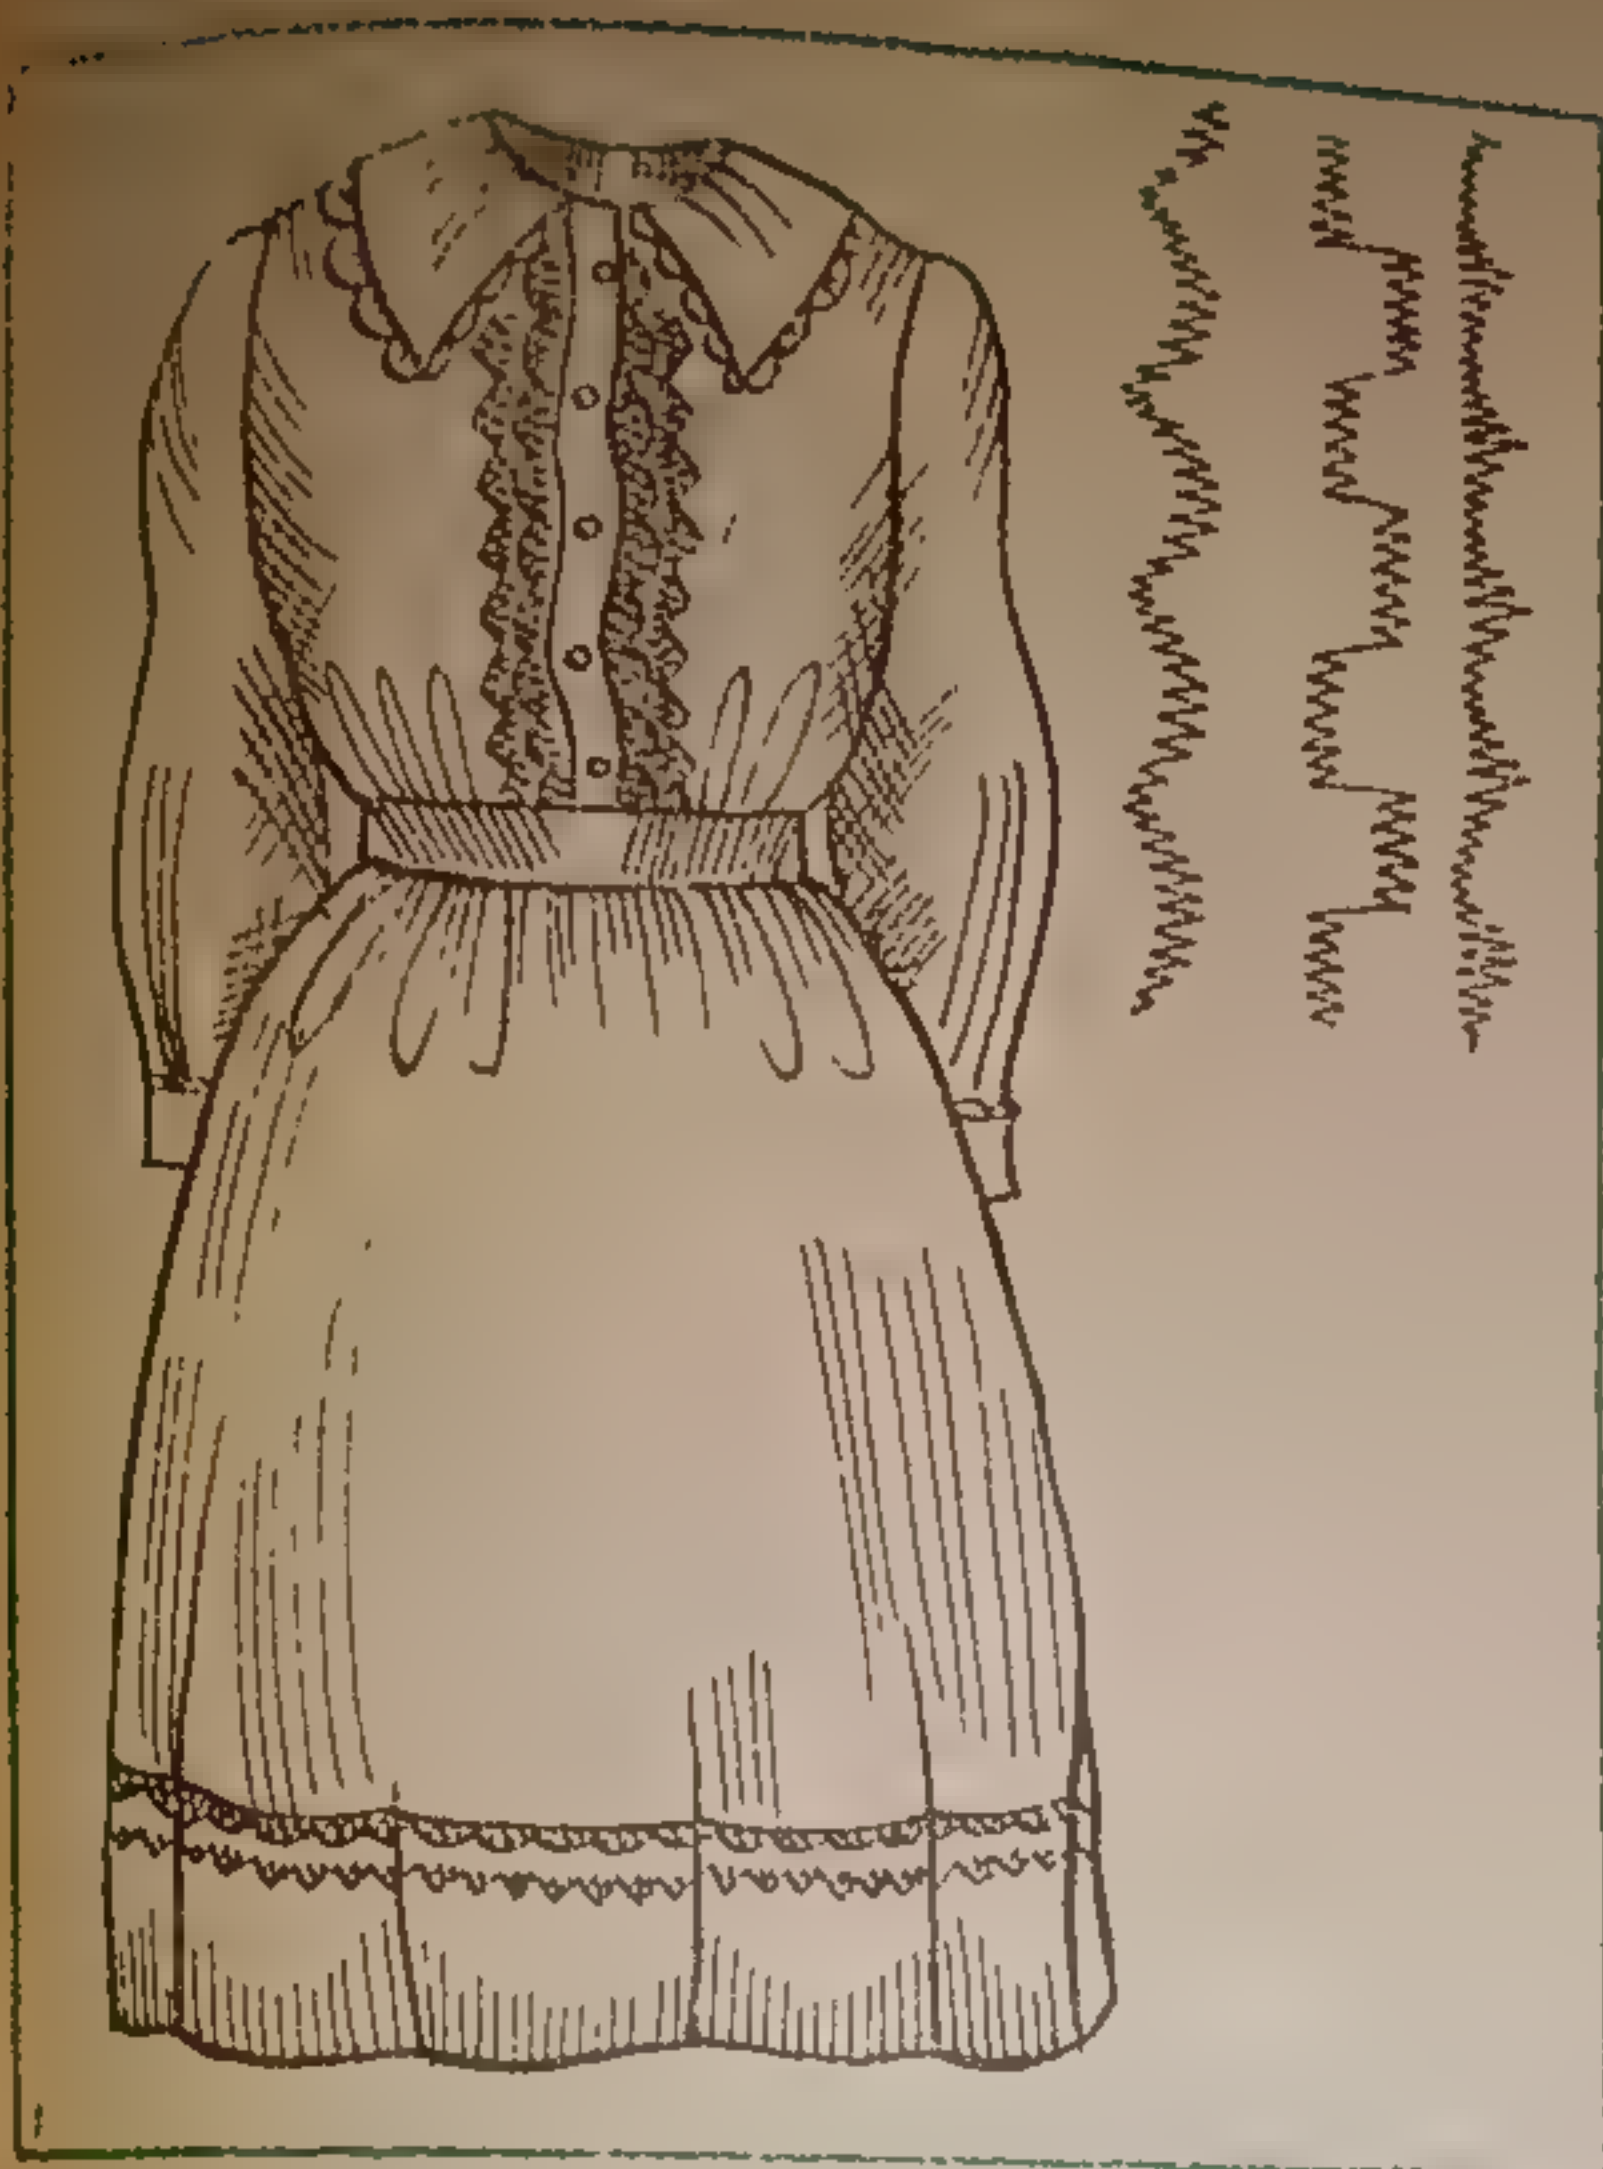

Рис. 43.
**Машинная вышивка.** Используется для отделки платья аналогично ручной вышивке. Современные швейные машины выполняют множество швов, имитирующих вышивку, с помощью которой легко отделать низ юбки, лиф платья, проложив, например, несколько швов параллельно краям бортов платья (рис. 43).